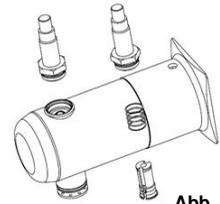

Abb. 17
- Schrauben Sie mit dem Schraubenschlüssel die obere Abschlusseinheit ab und entnehmen Sie die Feder und den Magnetkern. (Abb. 17)
- Setzen Sie die Feder und den Magnetkern in die Obere Abschlusseinheit und schrauben Sie sie mit dem Schraubenschlüssel auf das Ausgangsstück. (Abb. 17, Seite 25)